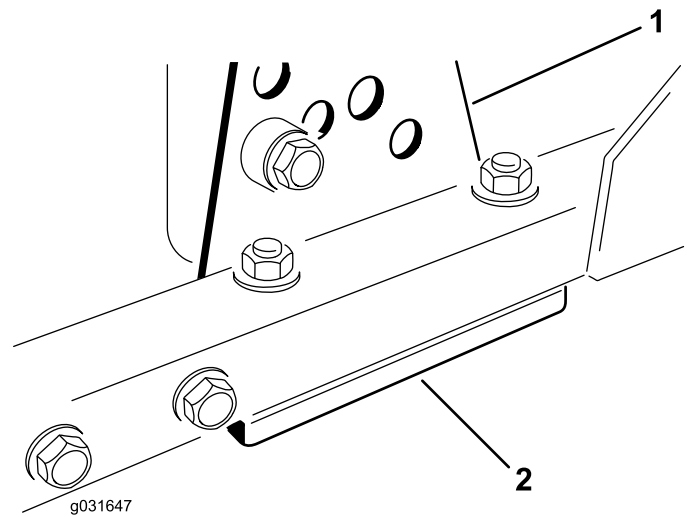

Figure 65
1. Retirez le support de hauteur de coupe (avant, gauche ou droit) du cadre de l'unité de coupe (Figure 65).
2. Placez des cales de 1,5 mm (0,06 po) et/ou une cale de 0,7 mm (0,03 po) entre le bâti et le support de l'unité de coupe pour obtenir la hauteur de coupe voulue (Figure 65).
3. Montez le support de hauteur de coupe sur le cadre de l'unité de coupe en plaçant les cales restantes sous le support (Figure 65).